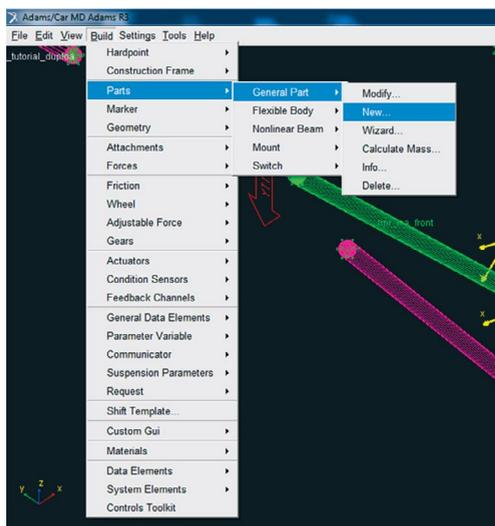

Figura 5.53 – Janela correspondente à construção do *General Part* “*Upright*”.
- Acesse o menu *Build* → *Parts* → *General Part* → *New*, conforme ilustra a Figura 5.53.